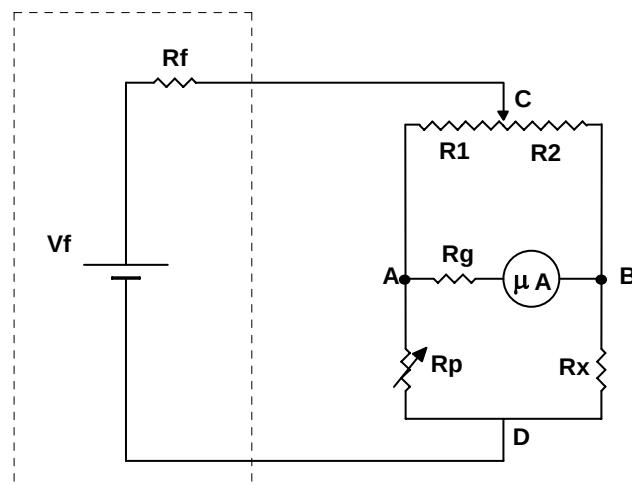

Figura 3 - Circuito da ponte de Wheatstone com a derivação central de R_1 e R_2 .
- a. Os resistores R_1 e R_2 são formados por um único resistor, com uma derivação central, como mostra a figura 3. Assim, a soma das resistências de R_1 e R_2 é constante, o que se muda é a relação entre elas.